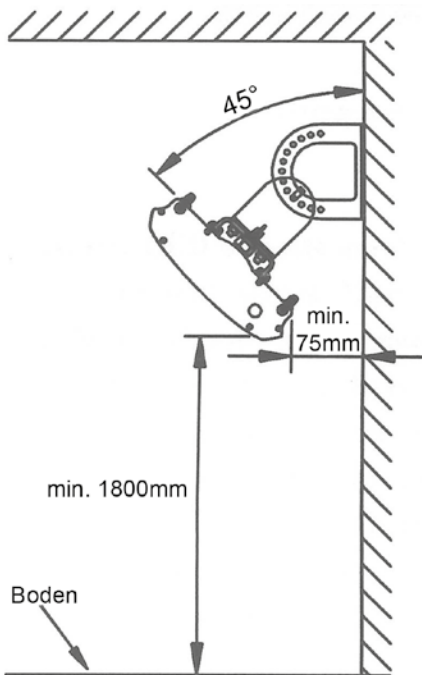

Bild 6a
- Der Abstand zum Boden muss mindestens 1,8m betragen. Siehe Wand- und Deckenmontage - Bild 6a und 6b.
- Der empfohlene Neigungswinkel beträgt 45° zum Boden. Siehe Wand- und Deckenmontage - Bild 6a.